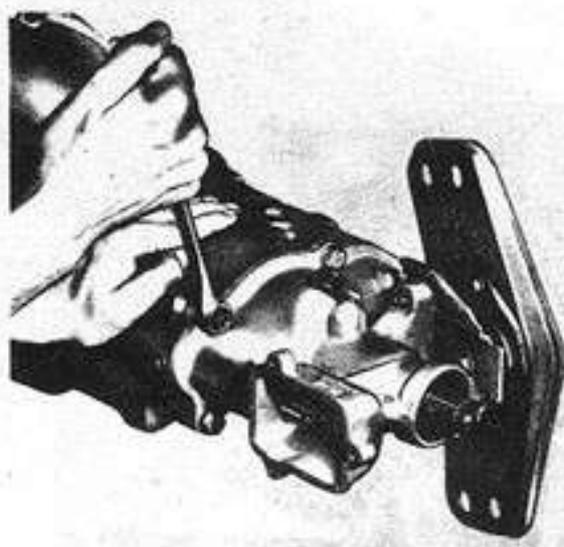

Fig. 7 - Extracción de la extensión de la carcaza
4. Sacar la extensión de la carcasa aflojando los cinco tornillos de fijación (Fig. 7).